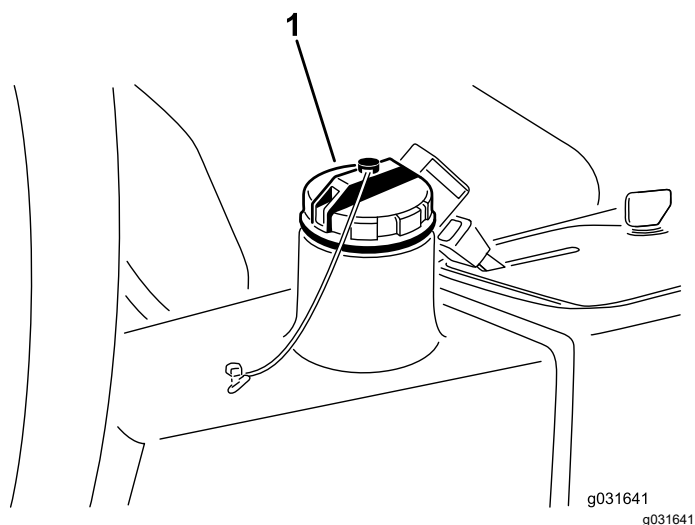

Figura 66
4. Llene el depósito (Figura 66) con aproximadamente 13,2 litros de fluido hidráulico; consulte Especificación del fluido hidráulico (página 64) y Comprobación del nivel de fluido hidráulico (página 64).